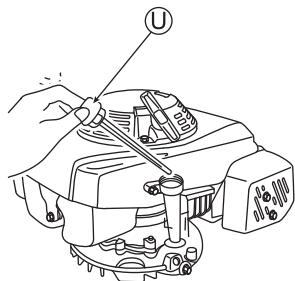

Abb. 8
- Nehmen Sie den Öltankverschluss (U) ab, ziehen Sie den Ölstandanzeiger heraus und führen Sie ihn anschließend ein, ohne ihn zu verschrauben. (Siehe Abb. 8)